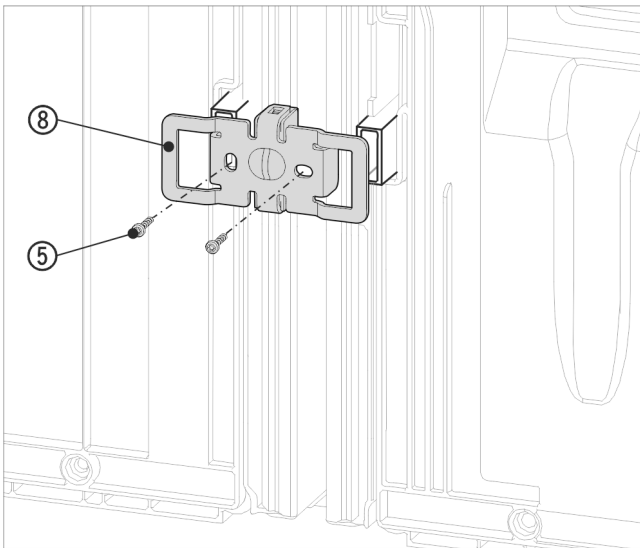

Fig. 19 Примерное отображение
- ▶ Повторно надвиньте угол Fig. 19 (8) выемками над креплением для пристенных распорок.
- ▶ Прикрутите 2 винтами Fig. 19 (5).